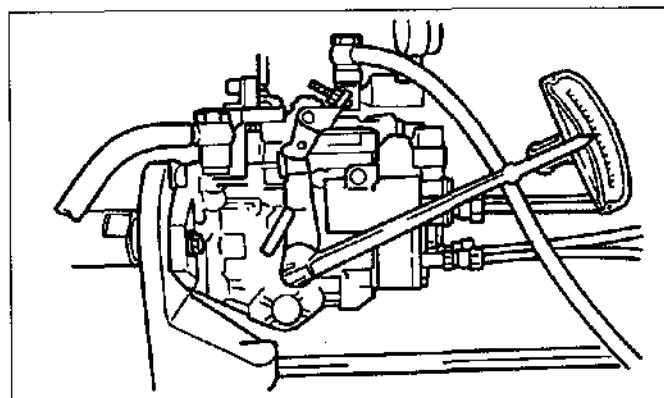

Figura 15-43
- d) Para normalizar los métodos de prueba, aplique torsión hacia la derecha (0,5 kgm) a la palanca A durante 10 segundos, y libere la torsión. (Vea la figura.15-43)